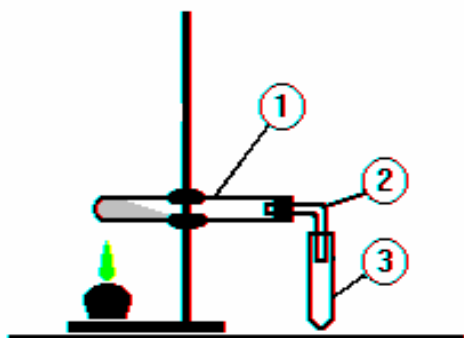

Рис. 6
в) *Восстановление оксидом углерода перманганата калия.* Собрать прибор (рис. 6) для получения оксида углерода (II). Пробирку 1 укрепить в штативе и внести в нее 5 – 10 капель муравьиной кислоты и 2 – 4 капли концентрированной серной кислоты. Закрывать пробирку пробкой с газоотводной трубкой 2, конец которой опущен в заранее приготовленный, подкисленный серной кислотой раствор перманганата калия (пробирка 3). Ре-
Собрать прибор (см. рис. 6). Пробирку укрепить в штативе, положить в нее 3 – 4 кусочка мрамора, влить 5 – 6 капель воды и 10 – 12 капель концентрированной соляной кислоты ($\rho = 1,19$ г/мл). Быстро закрыть пробирку пробкой с газоотводной трубкой, конец которой опущен в заранее приготовленную пробирку с раствором нейтрального лакмуса. Отметить изменение окраски лакмуса. На что это указывает?
а) *Получение карбоната и гидрокарбоната калия и исследование их растворимости.* В коническую пробирку до половины ее объема налить известковой воды. Использовать прибор для получения оксида углерода (IV) (см. рис. 6). Выделяющийся оксид углерода (IV) пропускать через раствор известковой воды до выпадения осадка карбоната кальция и далее до образования гидрокарбоната кальция и его растворения в воде. Отметить различную растворимость карбоната и гидрокарбоната кальция в воде.
б) *Исследование кислотных свойств кремниевой кислоты.* В пробирку с раствором силиката натрия пропустить ток оксида углерода (IV) (см. рис. 6). Отметить получение геля кремниевой кислоты. Сравнить константы диссоциации угольной и кремниевой кислот. К сильным или слабым кислотам следует отнести кремниевую кислоту?